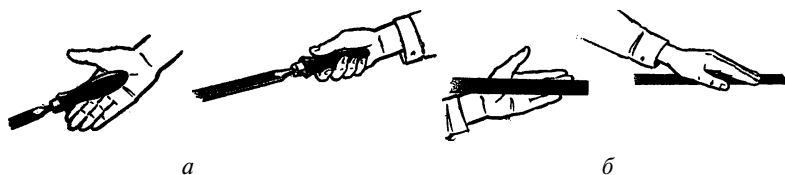

Рис. 46. Хватка напильника
- Хватка инструмента. Ручку напильника берут правой рукой, а левую накладывают на конец напильника, но не обхватывают его (рис. 46). Слесарь берет в правую руку (левша — в левую) напильник так, чтобы рукоятка упиралась в ладонь руки, четыре пальца захватывали рукоятку снизу, а большой палец помещался сверху. Ладонь левой руки накладывают поперек напильника на расстоянии 20–30 мм от его носка. При этом пальцы должны быть слегка согнуты, но не свисать; они не поддерживают, а только прижимают напильник. Локоть левой руки должен быть немного приподнят. Правая рука от локтя до кисти должна составлять с напильником прямую линию.